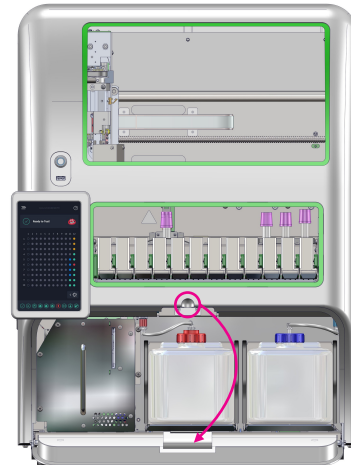

Figura 54
1. Abra a porta frontal para aceder ao Compartimento do Frasco (Figura 54).